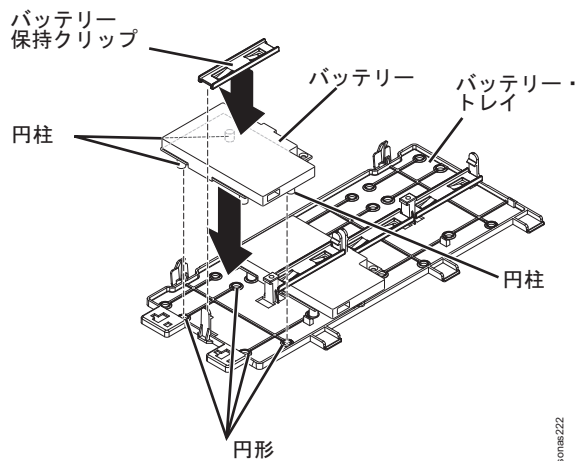

図 37. バッテリーおよびバッテリー・キャリアの円柱の位置の確認
3. リモート・バッテリー・トレイ上で、バッテリーおよびバッテリー・キャリアにある円柱と一致する円形の凹みを見つけます。 図 37を参照してください。